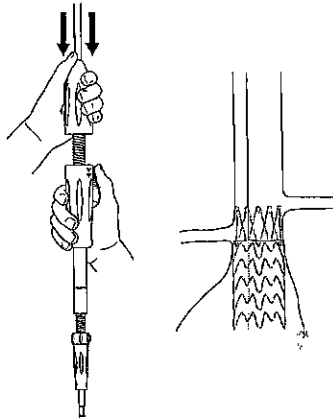

Figura 10. Rimozione del sistema di rilascio
3. Tirare all'indietro il pulsante del dispositivo esterno di scorrimento e tenerlo fermo mentre si porta l'impugnatura anteriore verso il dispositivo di scorrimento (figura 10).